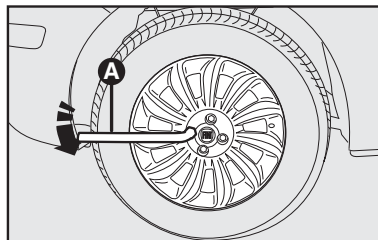

fig. 6
- Desapertar cerca de uma volta os parafusos de fixação da roda a ser substituída, **A-fig. 6**.